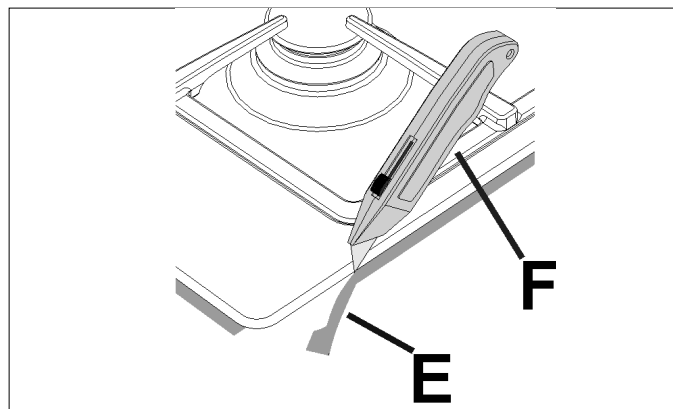

ABB. 9
In der Fläche des Einbaumöbels eine Öffnung anbringen, deren Maße den Angaben in Abb. 9 entsprechen und dabei sicherstellen, dass die kritischen Maße des Raums eingehalten werden, in dem das Gerät installiert werden muss (siehe Abb. 9 und Abb. 9/A).
- Um mögliche ungewollte Kontakte mit der überhitzten Oberfläche des Kastens des während des Betriebs des Kochfeldes zu vermeiden, muss eine Holztrennplatte eingelegt werden, die mit Schrauben in einem Mindestabstand von 70 mm vom Top blockiert wird (Abb. 9).